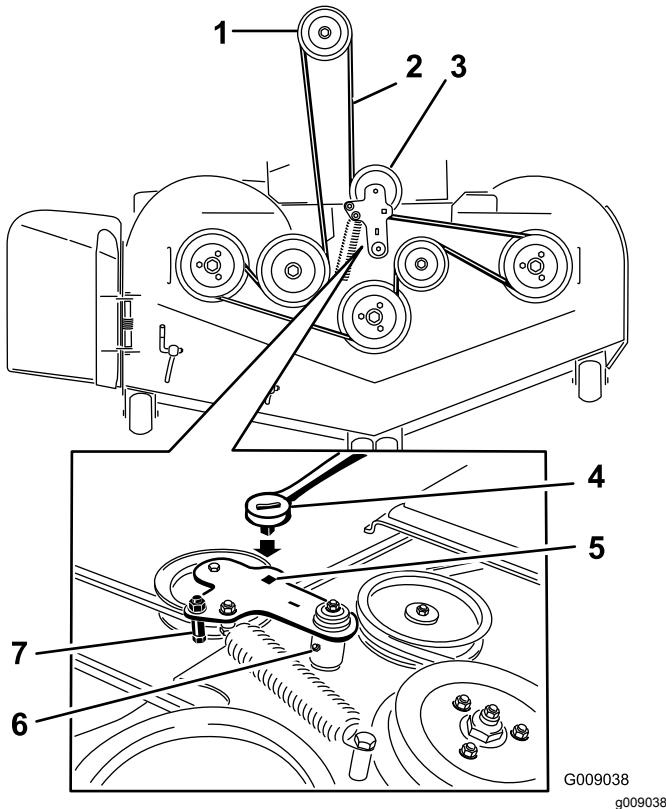

Figure 77
5. Insérez un rochet dans le trou carré du bras de la poulie de tension pour détendre le ressort de la poulie de tension (Figure 77).
7. Enlevez le guide-courroie situé sur le bras de la poulie de tension rappelé par ressort (Figure 77).
9. Acheminez la courroie neuve autour des poulies du tablier de coupe et de la poulie d'embrayage, sous le moteur (Figure 77).
10. Montez le guide-courroie sur le bras de la poulie tension (Figure 77).
11. Insérez le rochet dans le trou carré et montez le ressort de la poulie de tension (Figure 77).